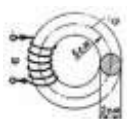

Рисунок 5 –
- 1 Каким должен быть намагничивающий ток катушки индуктивности, имеющей 200 витков, чтобы ее намагничивающая сила создала в чугунном кольце магнитный поток $0,000157 \text{ Вб}$? Средний радиус чугунного кольца 5 см, а диаметр его сечения 2 см (рисунок 5).